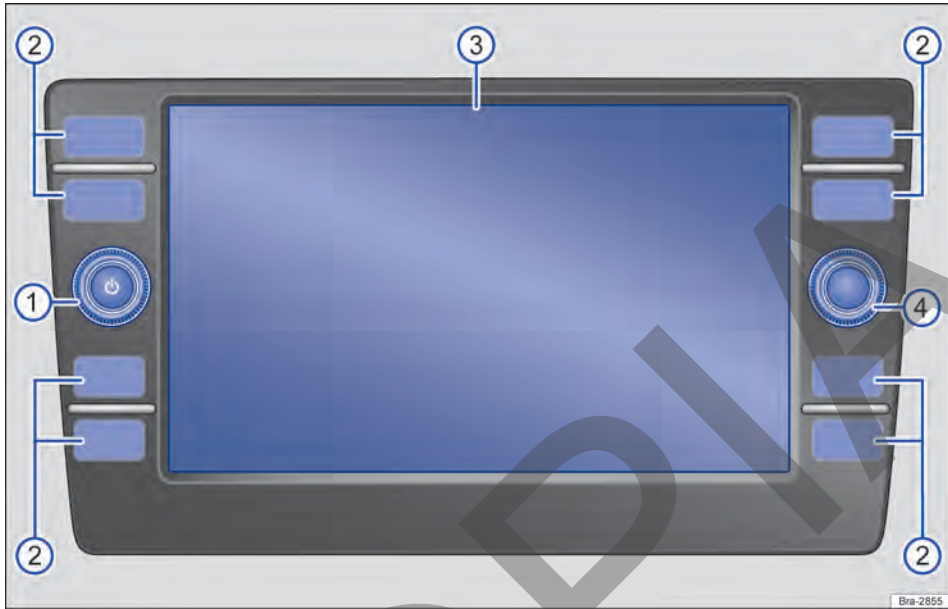

Fig. 127 Cuadro general de mandos.
El equipo está disponible en distintas versiones, que se distinguen por el rótulo y la función de las teclas de la radio → fig. 127 ②.
- ① **Mando giratorio y de presión** :
- ② **Teclas de la radio:** *presionar* para acceder a un botón de función.
- ③ **Display:** pantalla táctil.
- ④ **Tecla de configuraciones:** la función depende de la respectiva condición de operación.